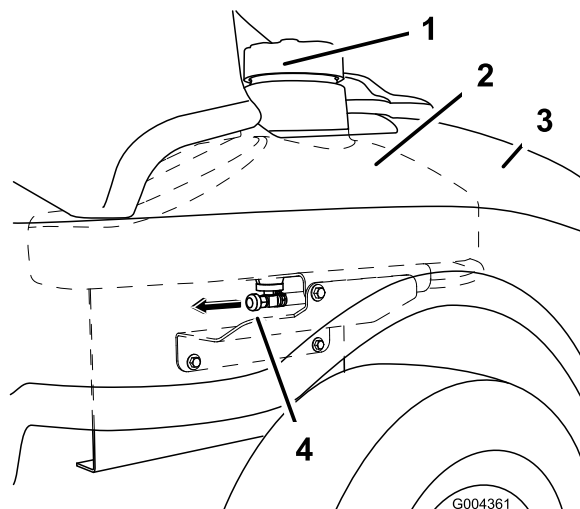

Figura 41
3. Chiudete la valvola di intercettazione del carburante, situata sotto la parte anteriore del serbatoio del carburante (Figura 41).
7. Aprite la valvola di arresto del carburante. Lasciate spurgare il carburante in una tanica apposita o in una bacinella (Figura 41).